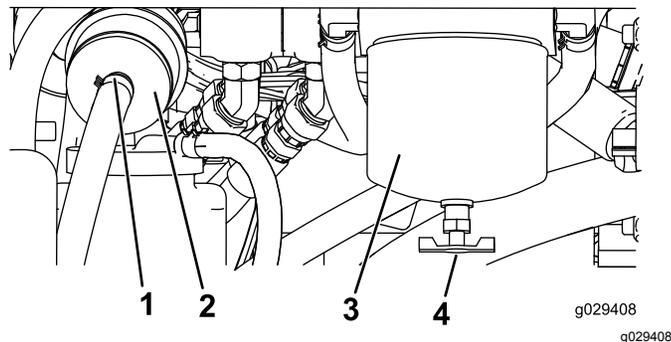

Рисунок 47
4. Найдите топливный фильтр на задней стороне двигателя (Рисунок 47) и поместите под него чистую емкость.
4. Найдите топливный фильтр на правой стороне двигателя (Рисунок 47) и поместите под ним чистую емкость.
5. Очистите область крепления стакана фильтра (Рисунок 47).
6. Снимите стакан фильтра и очистите монтажную поверхность (Рисунок 47).
9. Вверните стакан фильтра вручную в монтажное отверстие. После соприкосновения прокладки с монтажной поверхностью поверните стакан еще на пол-оборота (Рисунок 47).
10. Найдите проходной фильтр слева от стакана топливного фильтра (Рисунок 47) и отметьте направление стрелки потока на боковой стороне проходного фильтра.
11. Ослабьте хомуты на обоих концах проходного фильтра и отсоедините от него шланги (Рисунок 47). Удалите в отходы фильтр.
12. Наденьте шланги на концы нового фильтра (Рисунок 47) так, чтобы стрелка на фильтре показывала в сторону двигателя или электрического топливного насоса.